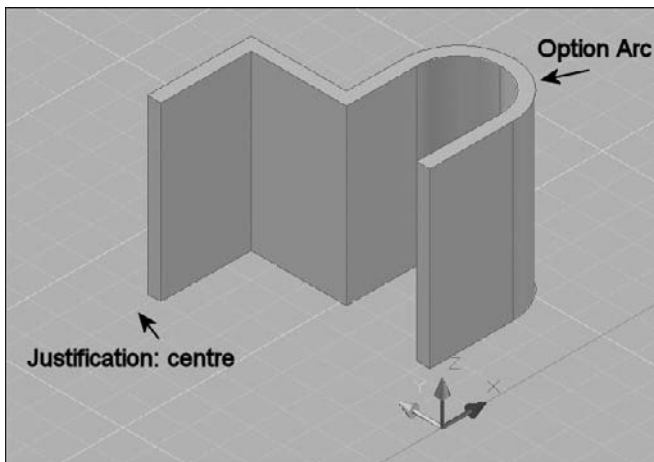

Fig.17.27
- 6 Appuyez sur Entrée pour terminer (fig.17.27).